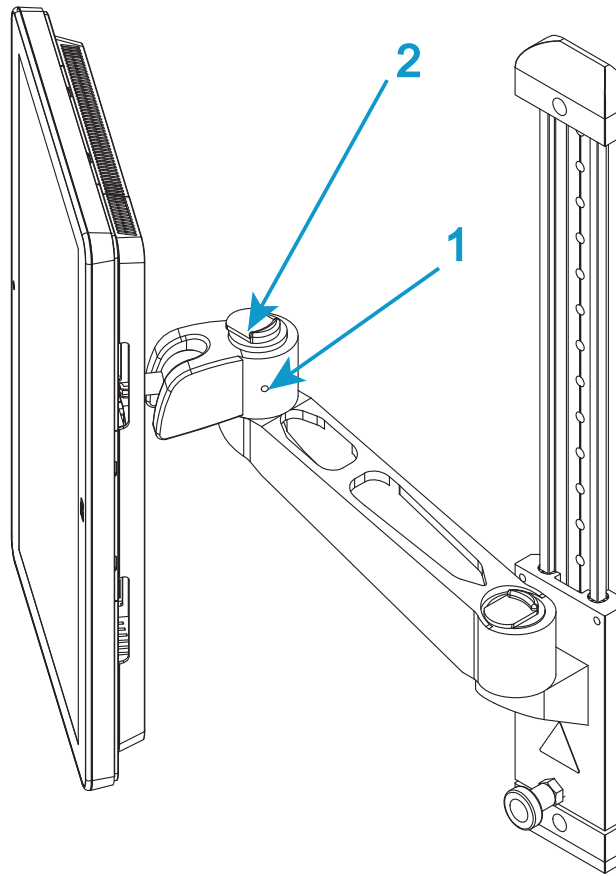
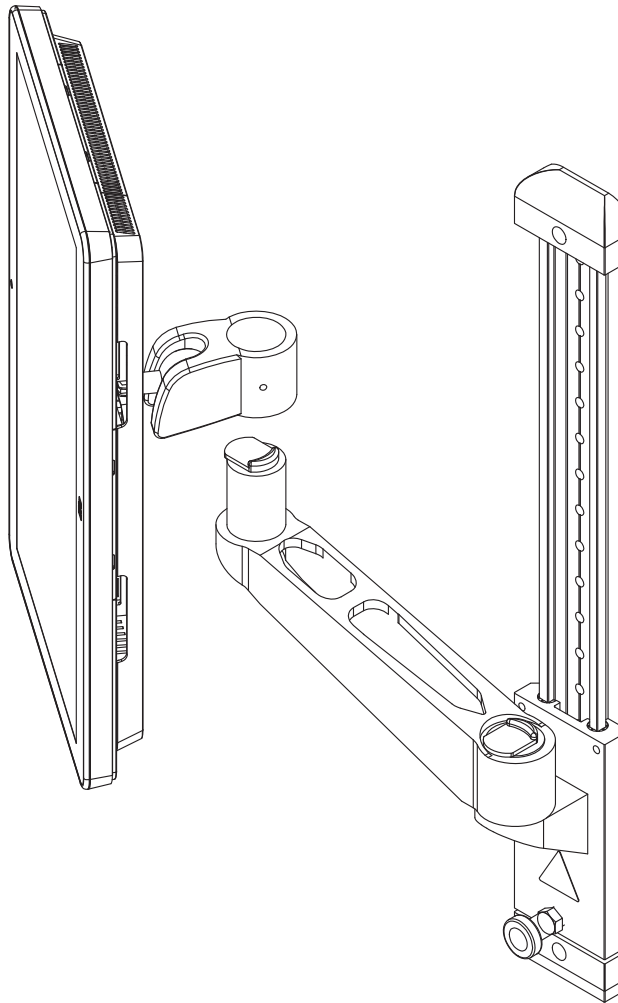

Figure 10. Bras de montage
Figure 11. Soulever pour enlever
3. Si nécessaire, desserrez la vis sur le côté du «coude» sur le bras de montage (1 dans la Figure 10 à la page 49).
4. Actionnez le mécanisme de libération sur le dessus du «coude» (2 dans la Figure 10 à la page 49) et soulevez le Tableau de bord de l'opérateur Bluehill® du bras de montage (Figure 11 à la page 50).